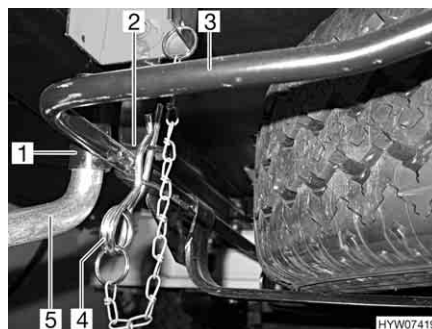

Fig. 249 Ruota di scorta nel cestino di alloggiamento
- Estrarre la copiglia (Fig. 249,4) dal sostegno (Fig. 249,2) per il cestino di alloggiamento (Fig. 249,3).
- Inserire la chiave a croce (Fig. 249,5) in dotazione attrezzi nella sede (Fig. 249,1) del cestino di alloggiamento.